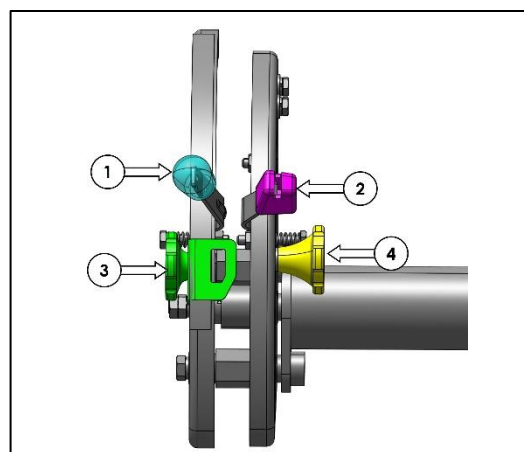

Fig. 184 – DRIEPUNTSHEF –
De bediening van de driepuntshef bevindt zich aan de rechterzijde van de bestuurdersstoel (Fig. 184):
1. Trekkrachtregelinghendel (1 in Fig. 184) – regeling en positionering van werktuigen boven de grond.
2. Positiehendel (2 in Fig. 184) – diepte-instelling van bodembewerkingswerktuigen.
3. Aanslagknop positie-instelling (3 in Fig. 184).
4. Aanslagknop trekkrachtregeling (4 in Fig. 184).
Met een knop (item 3 in Fig. 184) vergrendelt u de instelbare aanslag in de gewenste stand. In het 'positievak' wordt de hendel gebruikt om de tractorkoppeling op en neer te bewegen en om werktuigen op verschillende vaste hoogtes boven de grond te dragen of vast te houden. De daalsnelheid van de hef of het werktuig is ongeveer gelijk aan de snelheid waarmee de hendel wordt bewogen.
Met een knop (Item 4 in Fig. 184) wordt de instelbare aanslag vastgezet wanneer de gewenste werkdiepte bereikt is. Hoe verder de hendel naar beneden wordt bewogen, des te dieper zal het werktuig in de grond willen gaan; omgekeerd, hoe dichterbij de 'Up'-markering staat, des te ondieper werkt het werktuig.